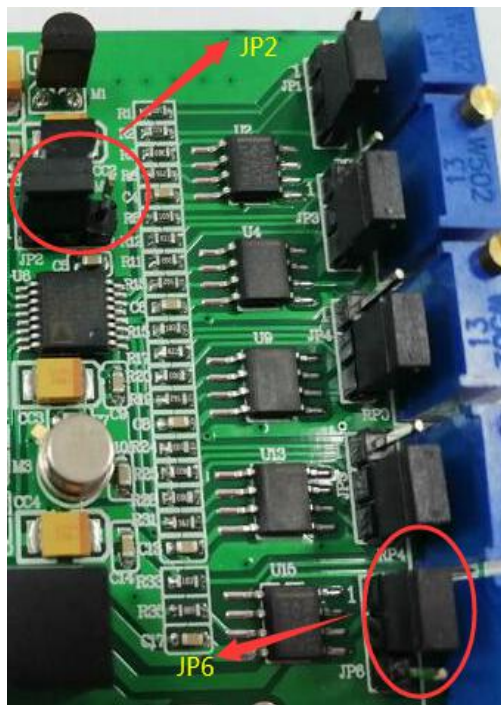

图 7 双极性($\pm 5V$, $\pm 10V$)
- 2、双极性(±5V, ±10V)： JP2、JP6 的 1 脚和 2 脚分别短接，可设置 4 路输出为双极性： 如图 7